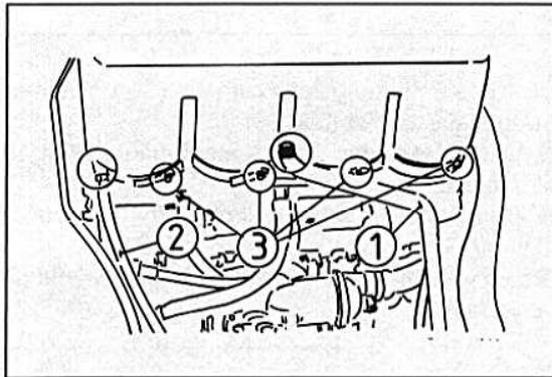

Bild 101
- Das Luftfiltergehäuse demontieren (Bild 101).